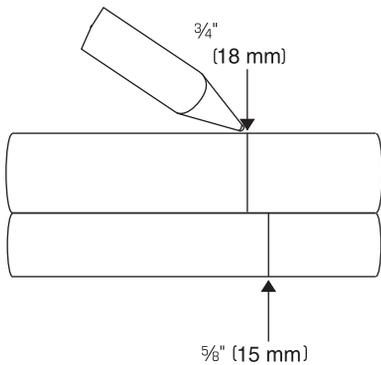
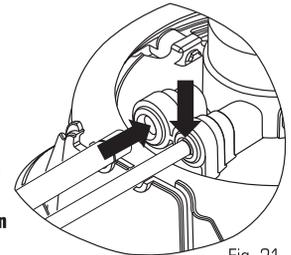

Fig. 18
Fig. 21
1. a) **Tienda** los tubos ROJO y VERDE encima del diagrama y tienda el tubo AZUL en la parte inferior. Use una pluma para **marcarlos** a la altura de las flechas (Fig. 18).
- b) Use una regla o **coloque** el tubo desde el suministro de agua fría en la parte superior del diagrama y **marque** una línea a $\frac{3}{4}$ " (18mm) o a la altura de la flecha (Fig. 18).
5. **Inserte** los tubos VERDE y AZUL conectados al grifo auxiliar eSpring en las ubicaciones adecuadas en el soporte (Fig. 21).
Los tubos no se insertaron lo suficiente.	-Remover los tubos (pág. 9, Fig. 32). -Marcar los tubos (pág. 4, Fig. 18). -Instalar los tubos (pág. 4, Fig. 21).